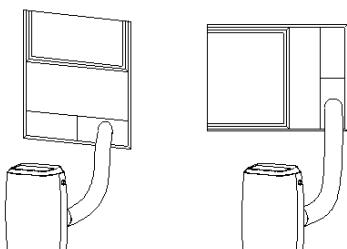

Fig. 5 & 5a
- 2) Som visas i bild 5 och bild 5a, ska avgasslangen installeras och fönstrets position justeras.